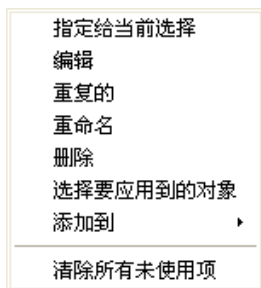

图 17-4 材质样右键菜单
3) 样例预览中的右键菜单：在样例预览的空白处单击鼠标右键，打开的右键菜单包括“文档材质”菜单和“文档排序”菜单的内容。在样例预览的一个材质样例上单击鼠标右键，打开菜单如图 17-4 所示。